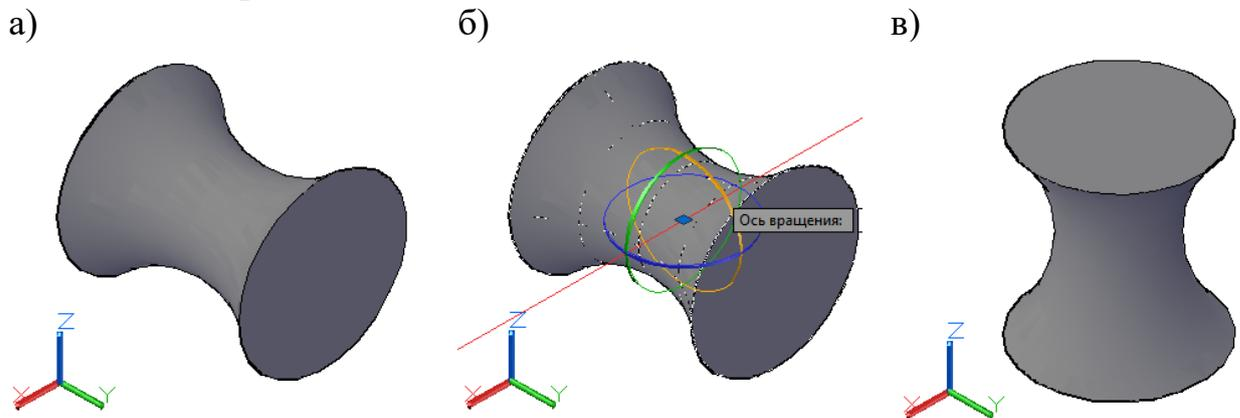

Рисунок 1.5. Ориентация 3D модели в пространстве
3) *Изменение представления модели* осуществляется с помощью панели «Визуальные стили». Выбираем визуальный стиль «Концептуальный». Устанавливаем вид «СВ изометрия» на панели «Вид» (рис. 1.5, а).
Для этого выбираем команду  «3D поворот» на панели «Моделирование». Выбираем ЛК объект вращения, нажимаем Enter. Появляются ручки вращения в соединении с курсором. ЛК выбираем базовую точку, затем наводим курсор на красную ручку до появления оси вращения (ось X) (рис. 1.5, б). Вводим с клавиатуры угол поворота 90 и нажимаем Enter (см. рис. 1.5, в). Следует отметить, что по умолчанию в AutoCAD при задании положительного значения угла поворот осуществляется против часовой стрелки, отрицательного – по часовой стрелке.